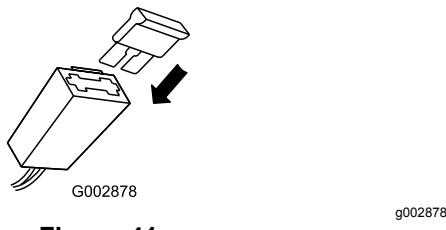

Figura 41
- Sostituite il fusibile nel portafusibili (Figura 41).